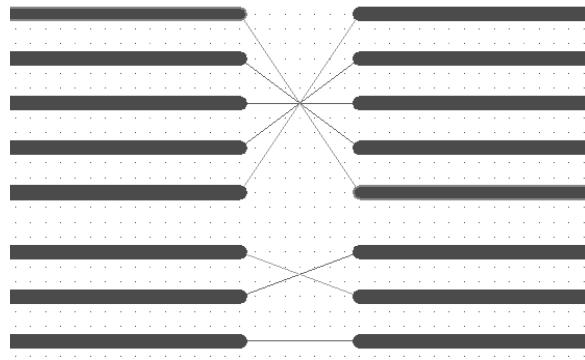

图 12-4 信号走线的对接
(3) 完成上述步骤之后，就可以按照正常的 BGA 出线方式把所有的信号管脚引出，并按照走线顺序对接排列，但非连接上，如图 12-4 所示，飞线是交叉的，但是不直接连上。最后保存所有文档。